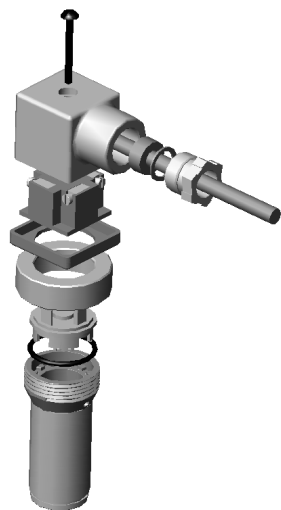
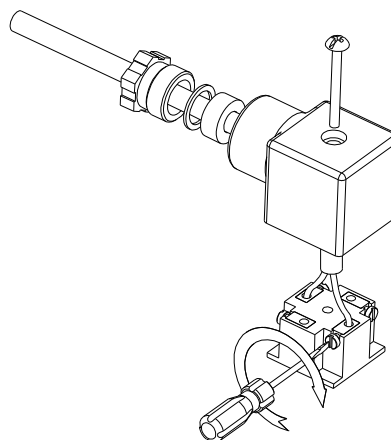
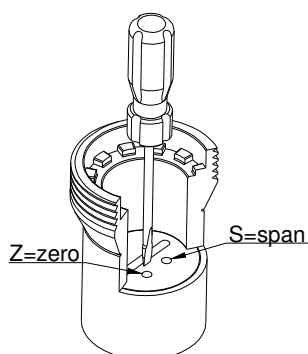

Figura 1 - Esploso connettore
Figura 2 - Collegamento fili
Figura 3 - Regolazione
Smontare il connettore come figura 1 e collegare il cavo come figura 2.
Nelle versioni disponibili, è possibile regolare lo zero (Z) e il fondo scala (S), smontando il connettore (figura 1) e regolandoli con utensile idoneo (figura 3).